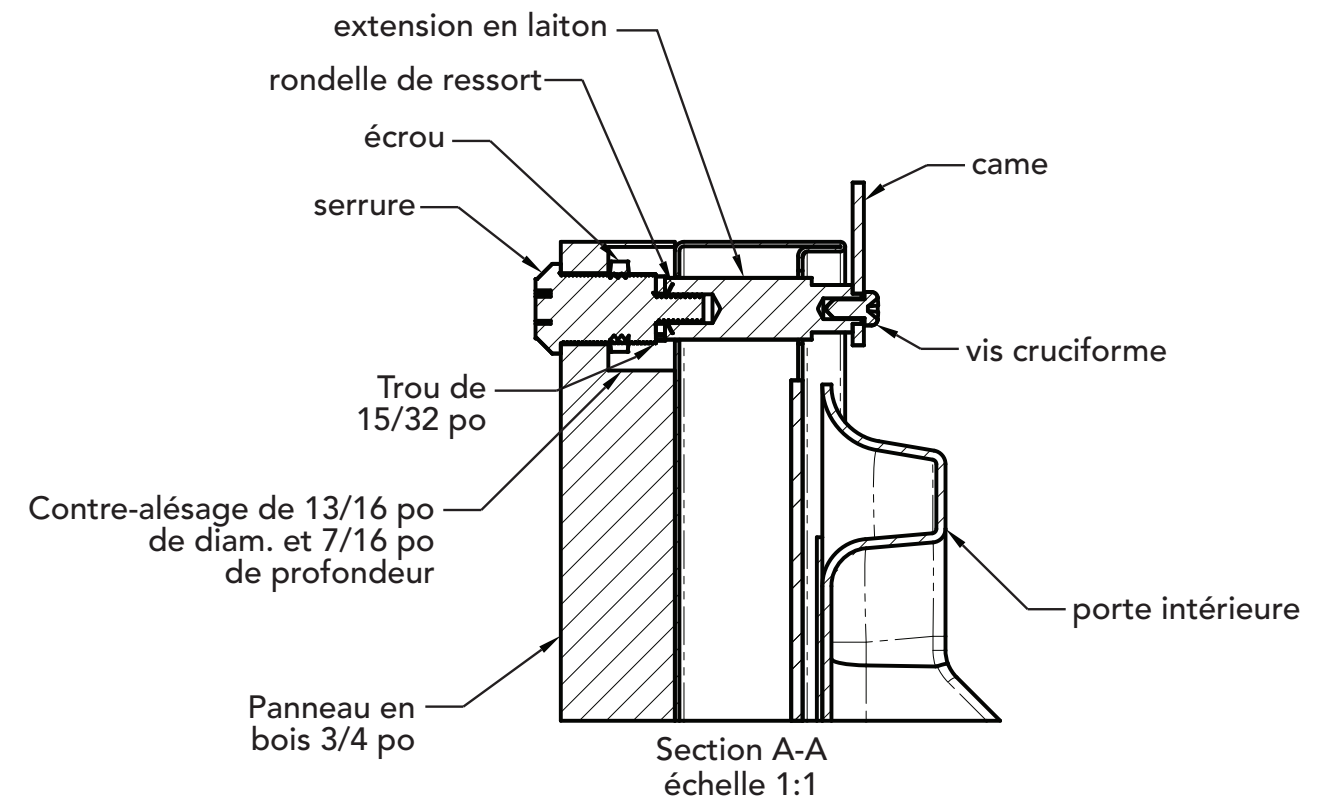

Figure 3
Marquez au crayon l'emplacement du trou de serrure sur le panneau d'habillage; c'est le trou dans l'angle supérieur du côté poignée de la porte. Enlevez le collier de serrure et enlevez le panneau d'habillage de la porte. Au dos du panneau, là où vous avez marqué l'emplacement du trou, percez un contre-alésage de 13/16 po (20,5 mm) de diamètre et 7/16 po (11 mm) de profondeur dans le panneau d'habillage. Percez un trou de 15/32 po (12 mm) de diamètre dans le panneau d'habillage centré sur le contre-alésage, en veillant à ne pas écharder le bois sur la face du panneau. (Voir la figure 3.)
Deux (2) extensions de serrure sont fournies avec la serrure. Utilisez la longue extension pour un panneau d'habillage de 3/4 po d'épaisseur et la courte pour un panneau de 5/8 po d'épaisseur. Assemblez l'extension, la rondelle de butée de came, la rondelle du ressort et la vis de calage, comme illustré aux figures 3 et 4.